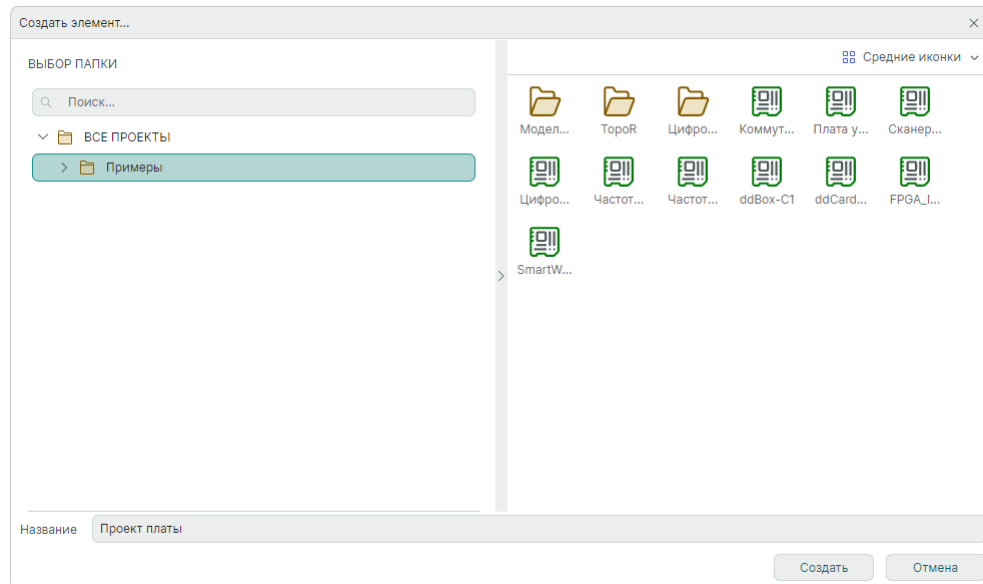

Рис. 22 Выбор папки
4. Выберите папку, в которой будет создан проект, и нажмите «Создать», Рис. 22.